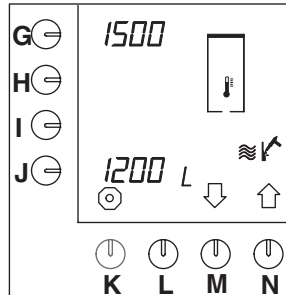

Fig. 27 Ontkalkingsteller heetwatersysteem
- De ontkalkingsteller verschijnt in het display (fig.27).
- In het display (fig.27) is naast programmeertoets (G.) te zien, na hoeveel liters water er ontkalkt moet worden.